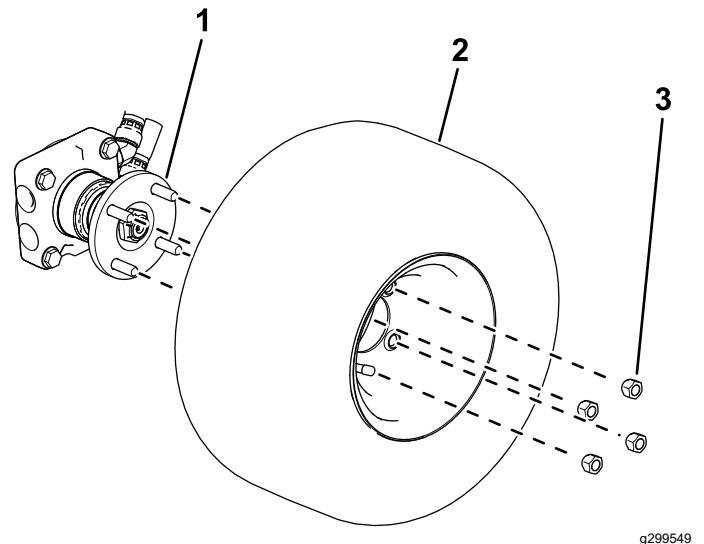

Bild 4
- **Maschinen mit Allradantrieb:** Verwenden Sie vier Radmutter, um das Rad an der Radnabe zu befestigen (Bild 4).